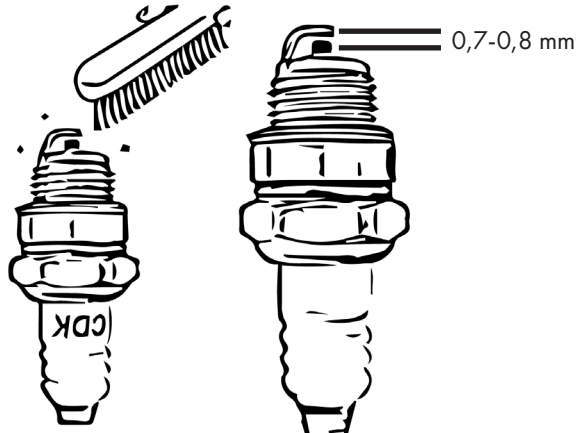

Abbildung 24
- Entfernen Sie die Ablagerungen an der Zündkerze. Siehe Abb. 24.
- Stellen Sie den Elektrodenabstand mit einem Sollwert von 0,7-0,8 mm ein. Siehe Abb. 24.